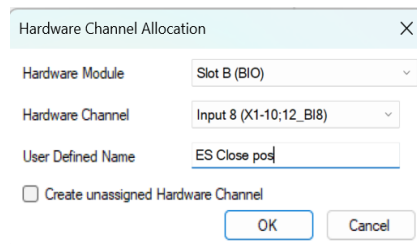

Imagen 99_Ventana de configuración para la entrada POSCLOSE del bloque ESXSWI1.
2.2.21 Conectamos la entrada “POSCLOSE” seleccionado “POSCLOSE” con clic derecho y después seleccionamos “Hardware Channel - Connect” y al igual que bloque anterior se le cambiará el nombre en la ventana que nos aparece como “DCI Close pos” y cambiamos el canal por el de “Input 8” como se visualiza en la **Imagen 99**.